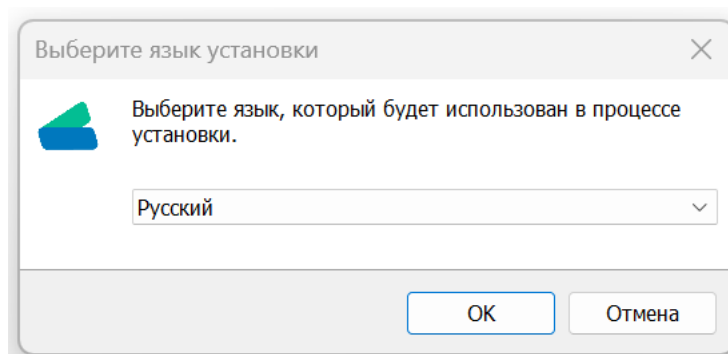

Рисунок 1 – выбор языка при установке ПО
1. Выберите язык при установке ПО (см. рисунок 1).